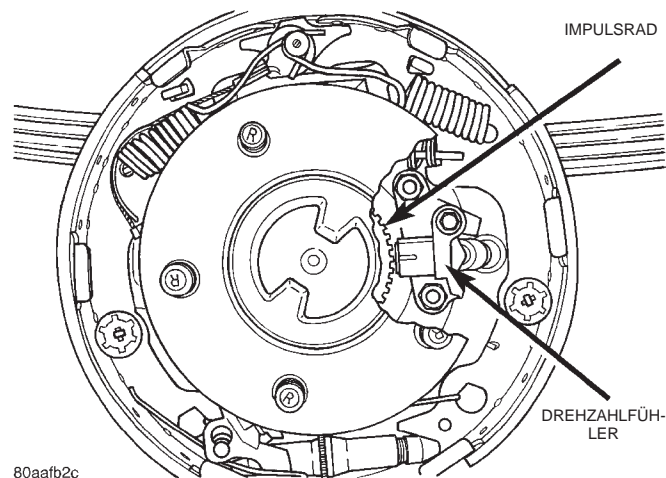

Abb. 9 Drehzahlfühler
(1) Die Fühlerkabel von den Steckverbindern am hinteren Kabelbaum abklemmen.
(2) Das Rad abbauen.
(3) Die Bremstrommel abbauen.
(4) Die Klemmen entfernen, mit denen die Fühlerkabel an Bremsleitungen, Hinterachse und Bremschlauch befestigt sind.
(5) Die Gummitülle aus dem Fühlerhalteblech lösen.
(6) Die Schraube zur Befestigung des Fühlers am Halteblech lösen (Abb. 9) und den Fühler abnehmen.